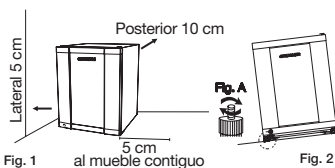

Fig. 1
- El refrigerador debe instalarse sobre un piso firme, nivelado y con suficiente espacio alrededor. Ver Fig. 1.